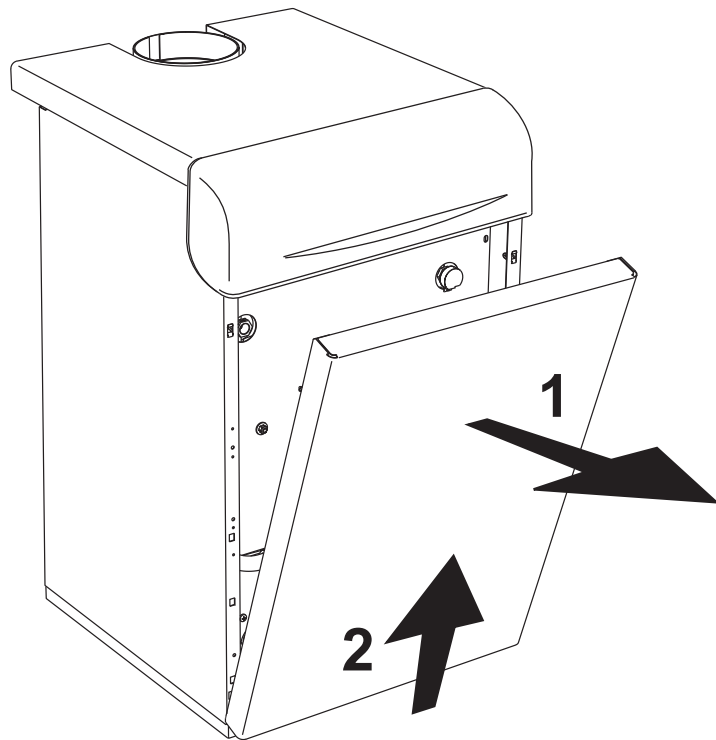

fig. 4 - Deschiderea panoului anterior
Pentru a deschide panoul anterior al centralei, vezi succesiunea indicată în fig. 4.
- Scoateți panoul anterior al centralei (fig. 4).